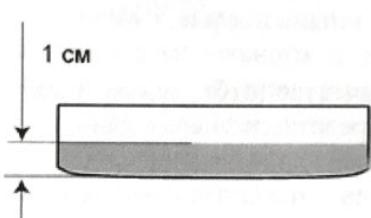

Рисунок 13. Чашка Петри с отобранный пробой
2. Усреднённую пробу поместите в чашку Петри, заполнив её на  $\frac{1}{2}$  высоты (Рисунок 13), и высушивайте в сушильном шкафу при температуре 105°C до постоянной массы (не менее 2 часов).